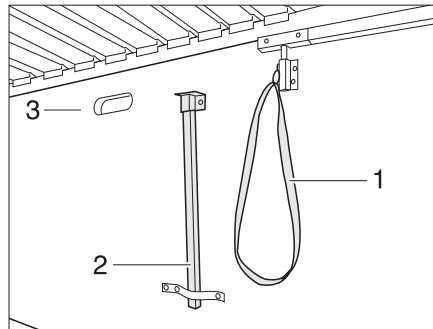

Fig. 132 Appui et déverrouillage
- Ouvrir le portillon de l'espace de rangement et ouvrir le support (Fig. 132,2) se trouvant sous le lit.
- Tirer sur la boucle (Fig. 132,1) et faire basculer le lit (Fig. 132,3) vers le bas.